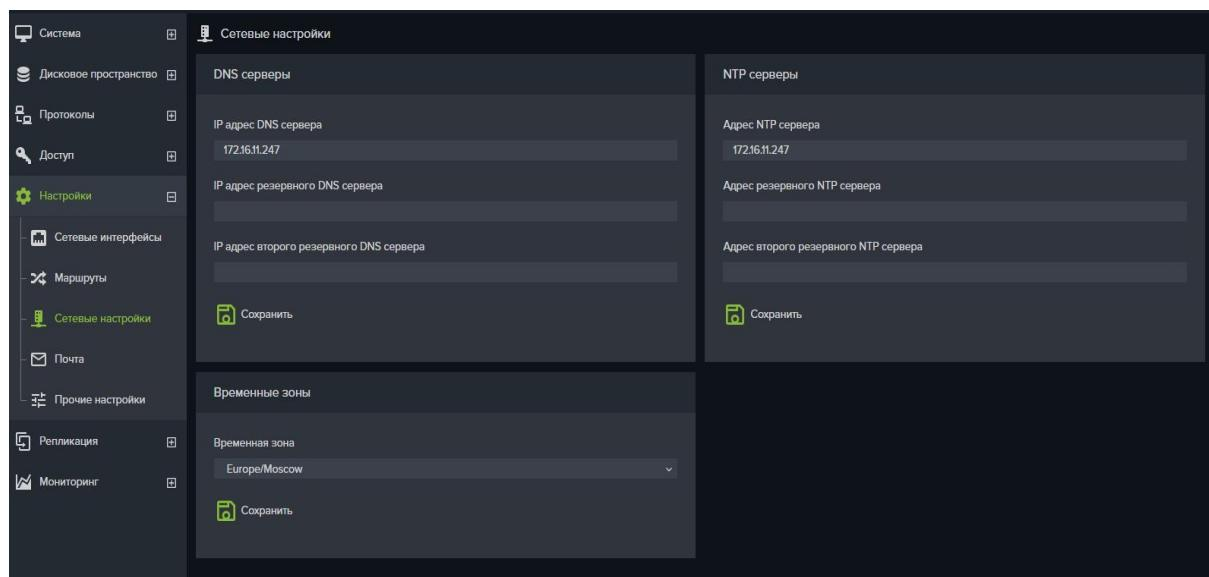

Рисунок 66. Сетевые настройки
- Перейдите на вкладку меню «Настройки» → «Сетевые настройки» (см. Рисунок 66);